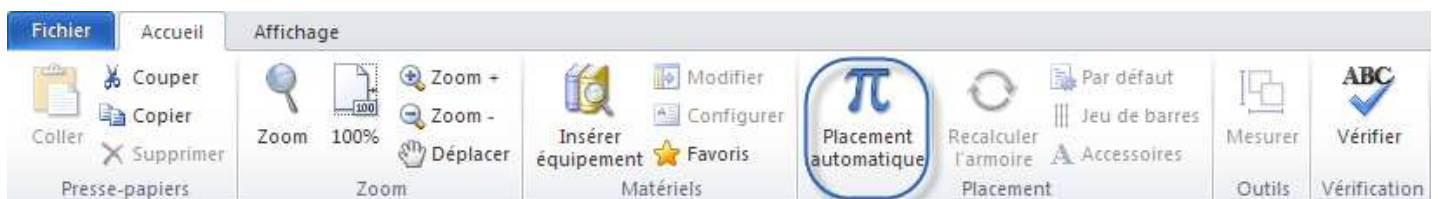

Fig. 28
-Dans **Folios armoire**, choisir une référence fabricant pour le tableau électrique depuis **Insérer équipement**. La représentation de l'armoire sera générée automatiquement. Si le placement ne convient pas, il est possible de désactiver le placement automatique (Fig. 28) et de glisser/déplacer les éléments où l'on souhaite dans l'armoire.